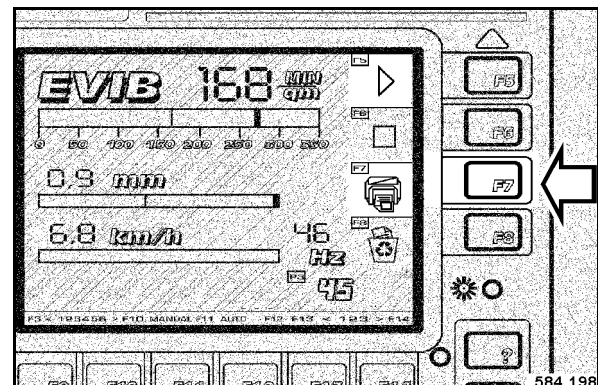

fig. 101
- Après la fin de la mesure, appuyer sur la touche F7 „IMPRIMER“ (fig. 101).